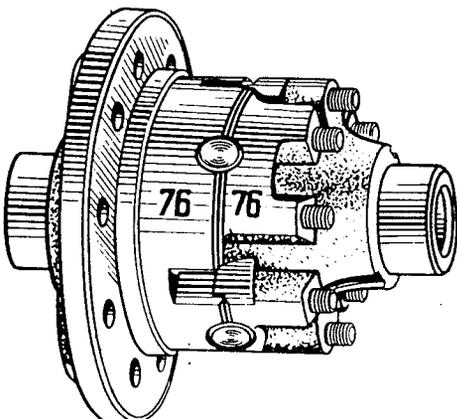

Bild 138. Einbau der Ausgleichgehäuse entsprechend den Nummern
6. Achswellenrad komplett mit Anlaufscheibe in das rechte Planetengehäuse einbauen. Unter Gegenhalten des Achswellenrades das rechte Planetengehäuse auf das linke derart setzen, das die laufenden Nummern beider Gehäuse übereinstimmen (Bild 138).